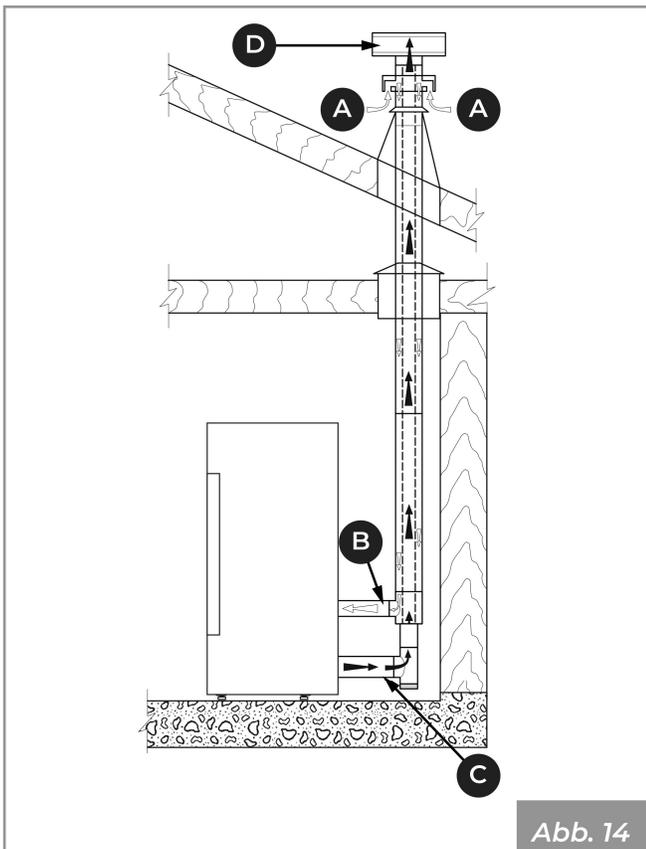
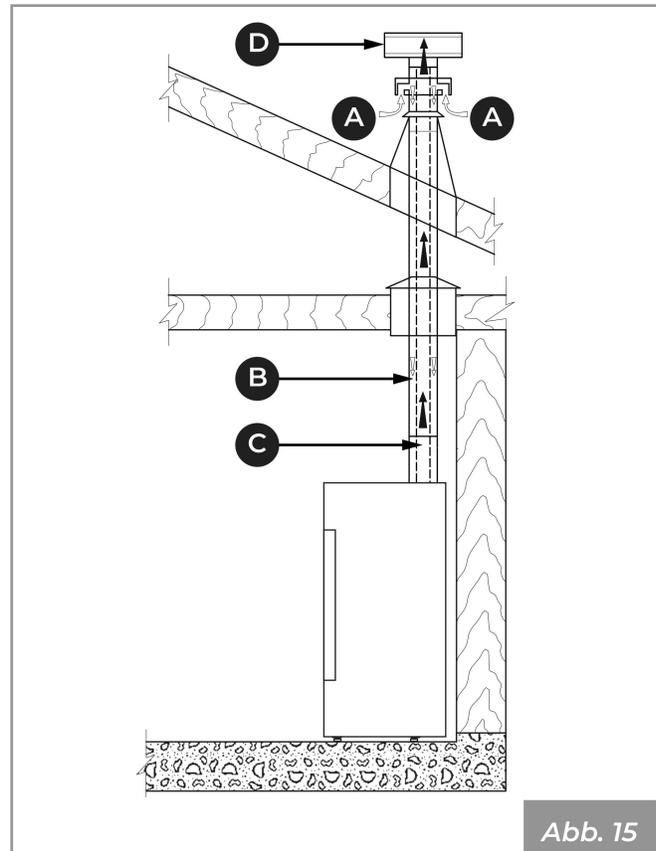

Abb. 14
Abb. 15
- die Verbrennungsluft mit Hilfe eines coaxialen Auspuffrohrs für die Abführung der Abgase und den Lufteinlass zu leiten (**Abb. 14 - Abb. 15 - A, B** = Lufteintritt, **C, D** = Rauchgasaustritt); daher ist es nicht notwendig, einen klassischen Lufteintritt in den Raum vorzunehmen.